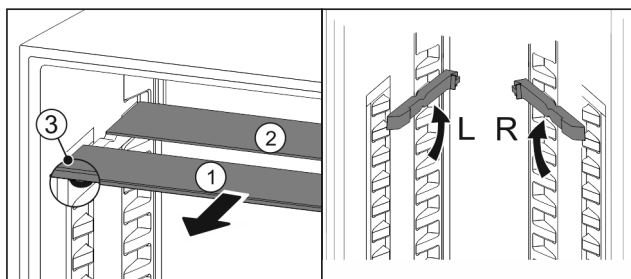

Fig. 35
- Trekk glassplatene enkeltvis fremover og ut Fig. 35 (1).
- ▷ Glassplate Fig. 35 (1) med pyntelist ligger foran.
- ▷ Stoppere Fig. 35 (3) peker nedover.